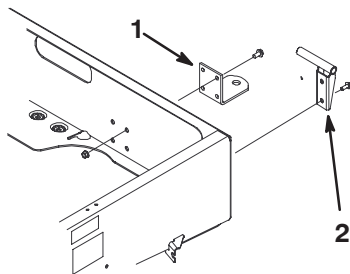

Bild 7
2. Fluchten Sie die Anbauvorrichtung mit den Befestigungslöchern im Chassis aus. Befestigen Sie die Anbauvorrichtung mit den Schrauben und Muttern (Bild 7).
2. Montieren Sie die linke Schwenkhalterung mit zwei Bundschrauben (3/8 x 1 Zoll) an der linken hinteren Ecke des Chassis. Positionieren Sie die Halterung wie in Bild 7 dargestellt.